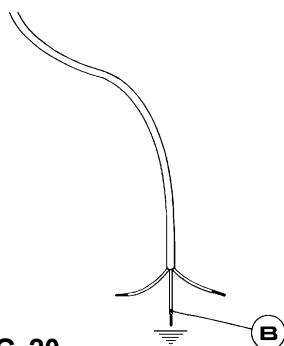

FIG. 20
*En cas de remplacement du câble d'alimentation, l'installateur devra veiller à ce que le conducteur de terre (B) soit plus long que les conducteurs de phase (voir fig. 20) et il devra en outre respecter les avertissements du paragraphe 8.*